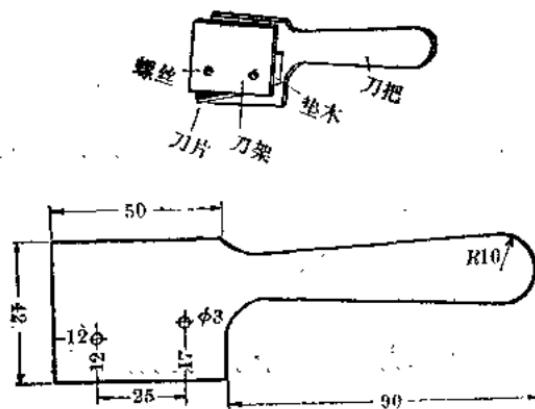

图 1
1. 刀把。按图 1 尺寸，先用钢丝锯锯好，再用锉刀修光。
3. 在刀把、刀架这两块有机玻璃上，按图 1、2 所标尺寸各钻两只 3 毫米螺丝孔。